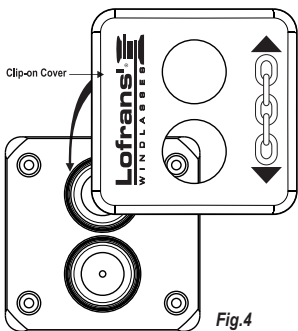

Fig.4
- Seulement une fois totalement terminé et satisfait du câblage et du positionnement de l'unité, clipser le panneau frontal / le couvercle. Le logo de Lofrans doit être sur le côté gauche de l'écran tactile, exactement comme indiqué sur la figure 4.